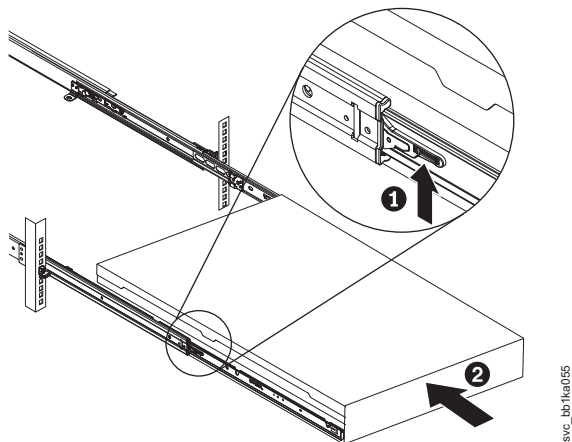

Figura 63. Levantando as Alavancas de Travamento dos Trilhos Deslizantes do Rack
8. Levante as alavancas de travamento (**1** no Figura 63) nos trilhos deslizantes e empurre o servidor **2** completamente no rack até que ele encaixe.